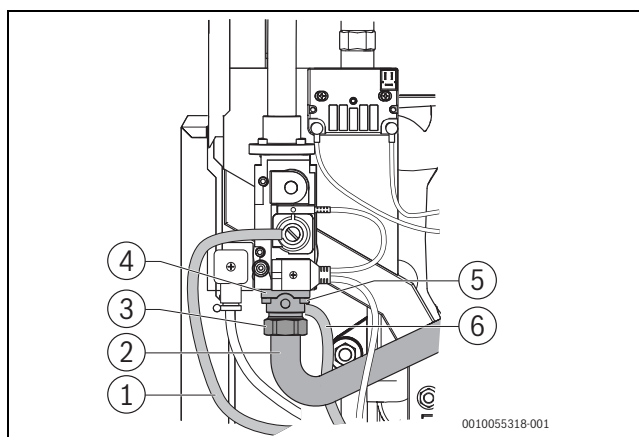

Fig. 25 Demontarea diafragmei de gaz (dimensiuni ale cazanului de 75; 100 kW)
- ▶ Desfaceți piulița oarbă de pe țeava de gaz (→ Fig. 25 și 26, [3]).
- ▶ Îndepărtați cele patru șuruburi cu cap hexagonal înecat (→ Fig. 25 și 26, [5]) de pe flanșa de racordare [4] și îndepărtați flanșa de la nivelul armăturii. În acest sens, aveți grijă ca țeava de gaz [2] să nu fie deteriorată și/sau îndoită.
**Legendă la Fig. 25 și 26:**
- ▶ Verificați conductele de măsurare pentru compensare [1] și presiunea de ieșire a gazului [5] cu privire la poziția corectă (→Fig. 25 și 26 precum și Fig. 17.4.3, pagina 67).